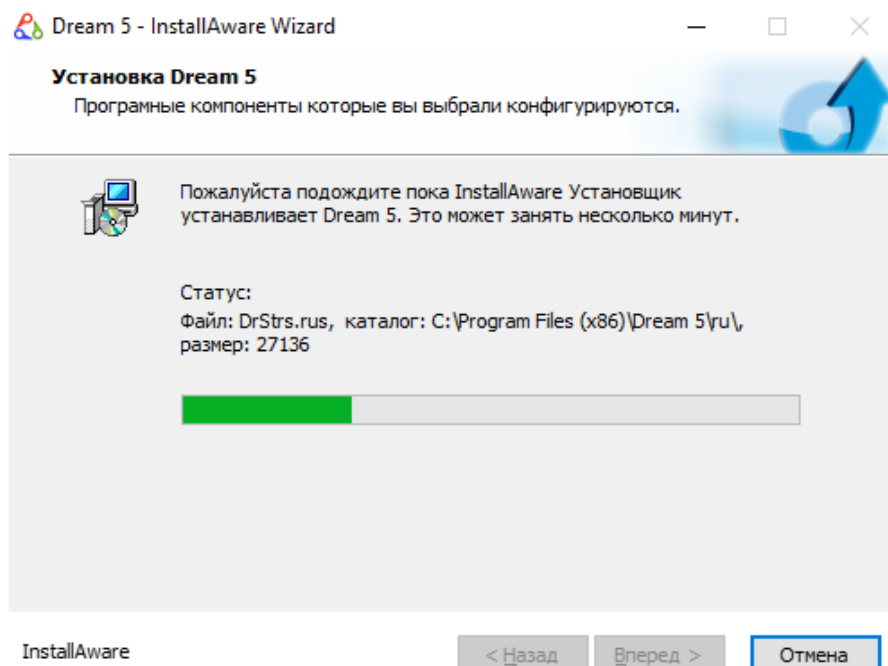

Рисунок 2.4.10
- дождаться завершения установки (см. Рисунок 2.4.10);